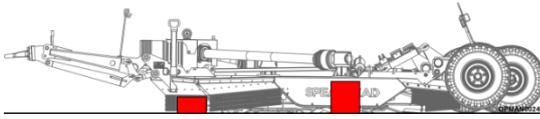

Abbildung 5.65
5.6.3.4 Stützen Sie die Mittel- und Seitenmähwerke der Maschine mit festen Ständern oder stabilen Blöcken vollständig ab, siehe Abbildung 5.65.